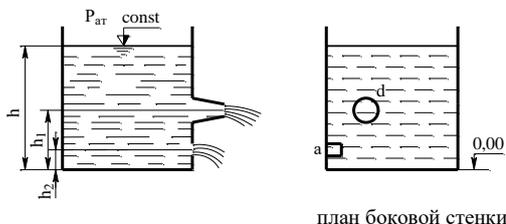

Рис. 27
**Задачи (71-80).** В боковой стенке резервуара (рис. 27) сделаны квадратное отверстие со стороной  $a$  и круглое отверстие диаметром  $d$  к которому присоединен конический сходящийся насадок. Отметки центра насадка  $h_1$ , центра отверстия  $h_2$  и уровня воды в резервуаре  $h$  приведены в табл. 10. Отметку дна принять равной  $0,00$ . Сжатие струи в круглом отверстии считать несовершенным. Определить суммарный объемный расход воды  $Q$  из резервуара. Числовые данные приведены в табл. 10.